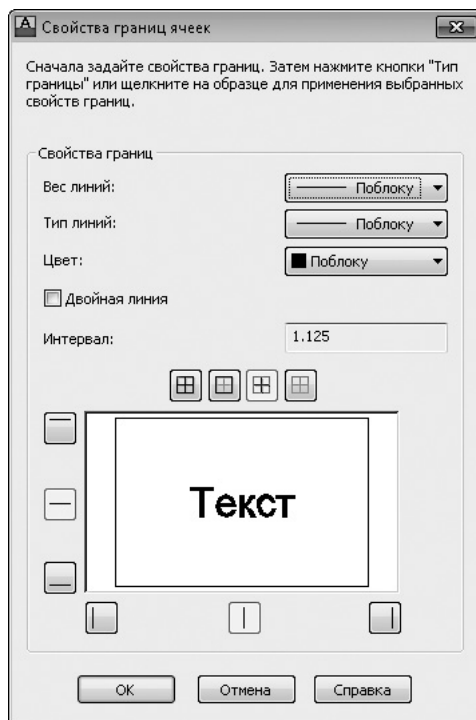

Рис. 4.48. Окно управления свойствами границ ячейки
- Команда **Границы** вызывает диалоговое окно **Свойства границ ячеек**, в котором можно изменить толщину, тип и цвет границ ячейки (рис. 4.48).